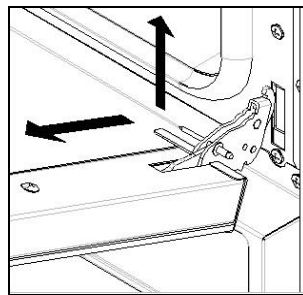

Fig. 5
- Soulever légèrement la porte et l'enlever (Fig. 5);